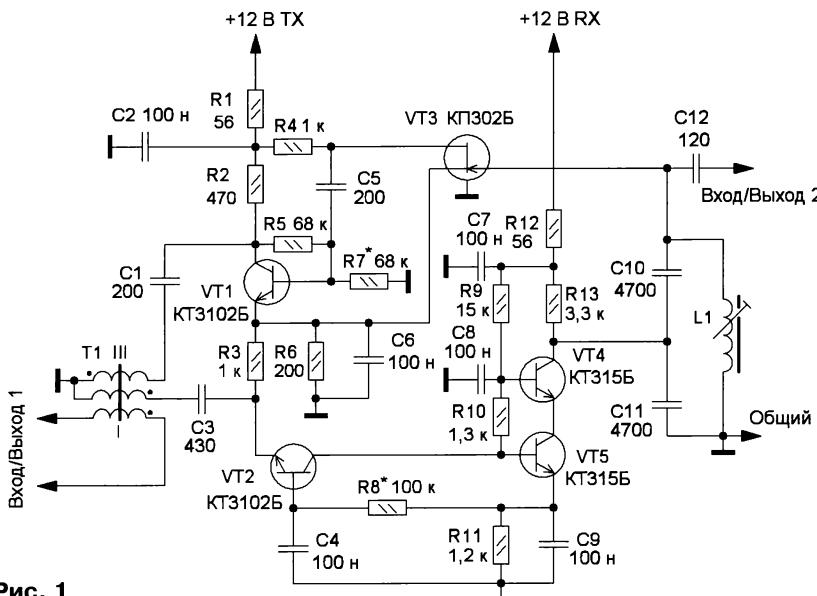

Рис. 1
Схема двунаправленного усилителя показана на рис. 1. Канал, работающий на передачу (TX), выполнен на полевом КП302Б (VT3) и биполярном KT3102Б (VT1) транзисторах. Канал приёма (RX) собран на биполярных транзисторах VT2, VT4 и VT5. Усиление по напряжению в режиме RX — не менее 800, в режиме TX — не менее 500.